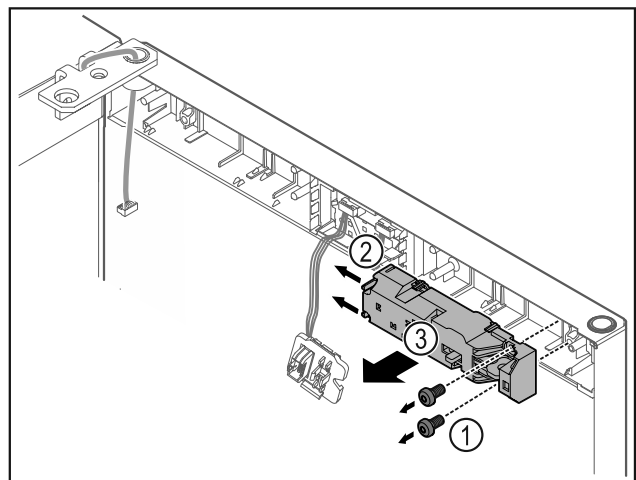

Fig. 23
- Retirer les vis Fig. 23 (1).
- Pousser les ergots sur le côté Fig. 23 (2) et retirer la serrure électrique Fig. 23 (3).